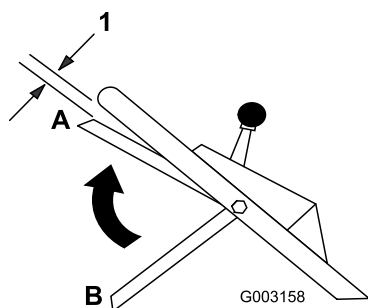

Figura 18
9. Levante la barra de control de la cuchilla hasta 2,5 cm (1 pulg.) aproximadamente del manillar; consulte la posición A en Figura 18.